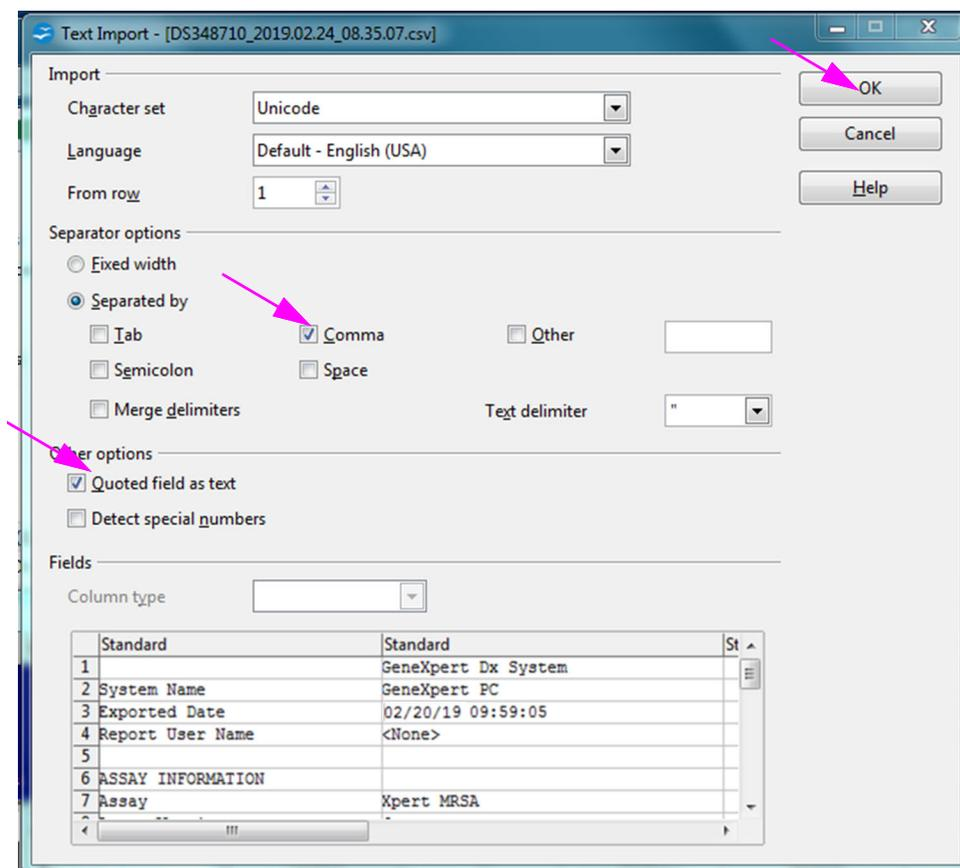

Figura D-4. Schermata Text Import (Importazione testo) con le nuove impostazioni selezionate
5. Selezionare la casella di controllo a sinistra dei campi **Comma (Virgola)** e **Quoted field as text (Campo tra virgolette come testo)**. Vedere la Figura D-4.